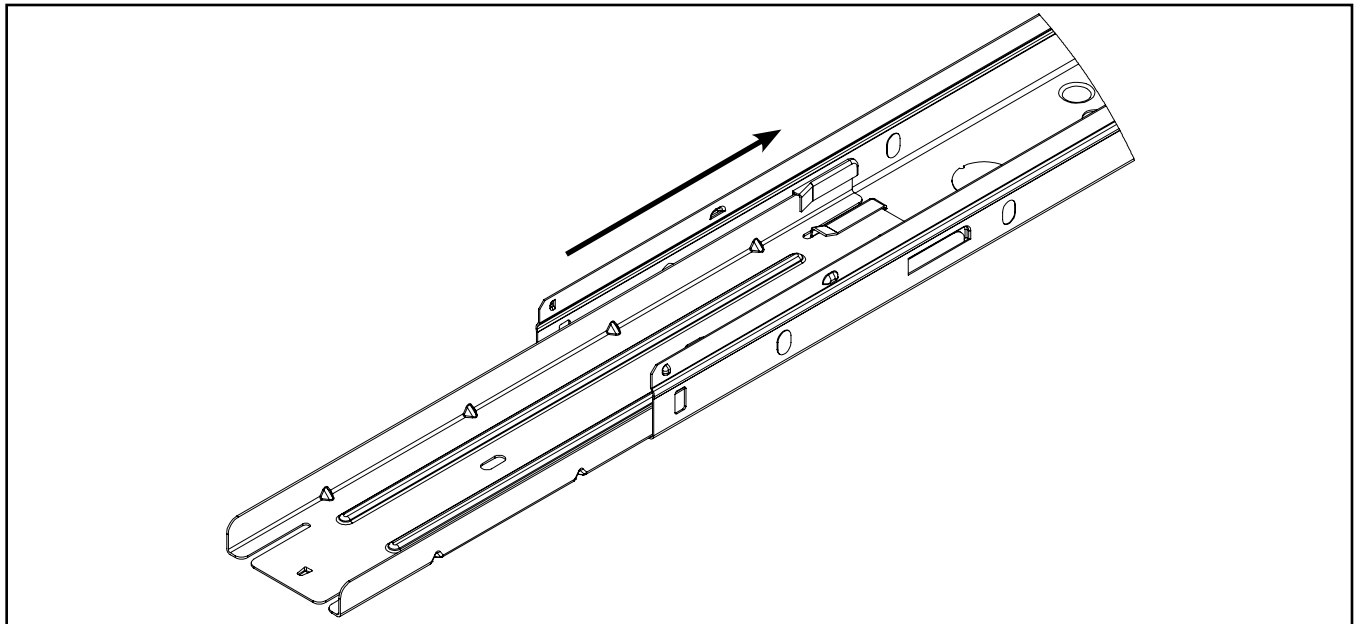

Figure 3
- Faire glisser le support en série en place (figure 3).